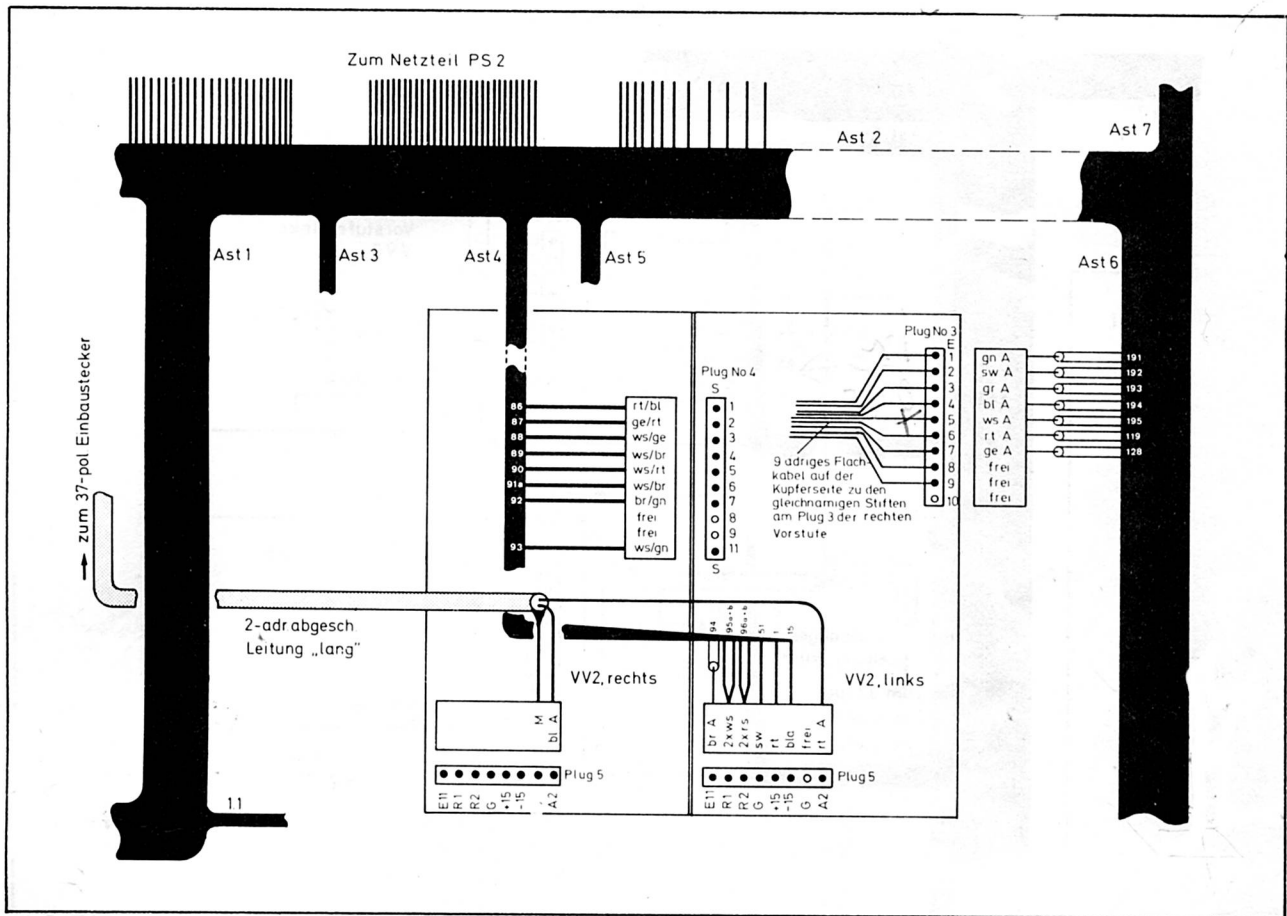

Abb. 53: Äste 4 und 6 an den Vorstufen VV 2
**Achtung:** Die beiden in den Abb. 53 und 54 gerastert gezeichneten zweiadrig abgeschirmten Kabel können
9. Die Äste 4 und 6 nach Abb. 53 anschließen. Die Leitungen 95 a und 95 b (beide weiß) sowie 96 a und 96 b (beide rosa) werden jeweils paarweise gemeinsam an einen Anschlagkontakt gelötet.